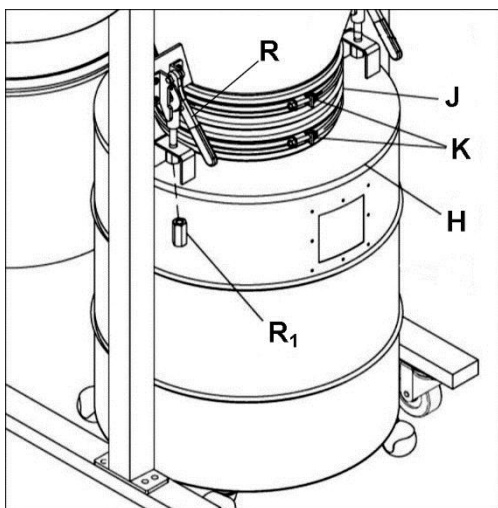

Рис. 12
17. Наденьте шланг (J) на конус воронки и крышку контейнера и зафиксируйте его с помощью 2 хомутов (K), сверху и снизу. См. Рис. 12.
20. Потяните оба рычага быстрого действия (R, Рис. 12) затем присоедините крышку контейнера (H, Рис. 12)
к рычагам. Затяните удлиненную гайку (R1, Рис. 12) на каждом рычаге.